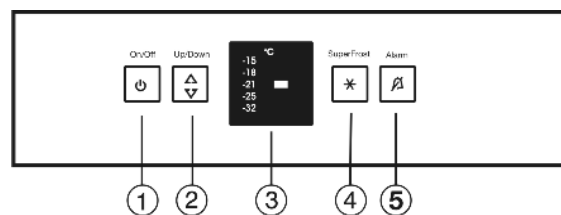

Fig. 2
- ▶ Taste On/Off Fig. 2 (1) drücken.
Der Tonwarner verstummt automatisch, die Taste Alarm *Fig. 2 (5)* geht aus und die Temperaturanzeige hört auf zu blinken, wenn die Temperatur wieder ausreichend kalt ist.
- ▶ Taste Alarm *Fig. 2 (5)* drücken.